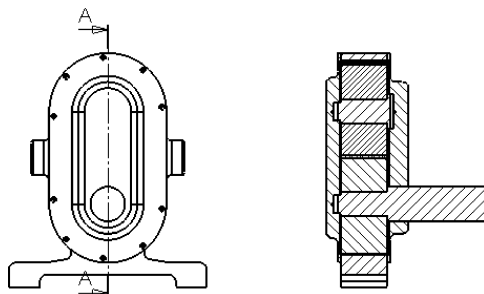

图 13-34 剖视图
4) 选择合适的位置放置视图，剖视图如图 13-34 所示。